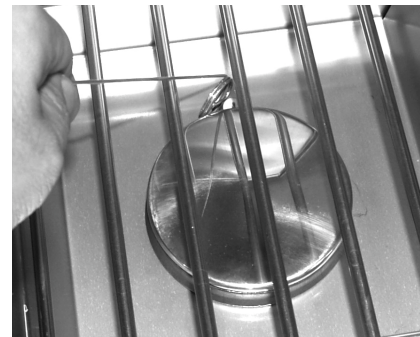

Fig. 26-2 - Éclairage manuel
2. Insérez un allumeur brûlant de butane de long-baril, une allumette brûlante de long-tige, ou une allumette brûlante tenue par un support de prolongation de fil par la grille à cuire s'ouvrant au brûleur (fig. 26-2). Tenez la flamme contre le bord du brûleur.
4. Si le brûleur ne se allume pas dans les cinq (5) secondes de tourner le bouton de commande, enfoncez immédiatement le bouton et tournez la valve à **AU LOIN**. **ATTENDEZ CINQ (5) MINUTES** avant de répéter les étapes 2 à 4 des instructions manuelles d'éclairage.